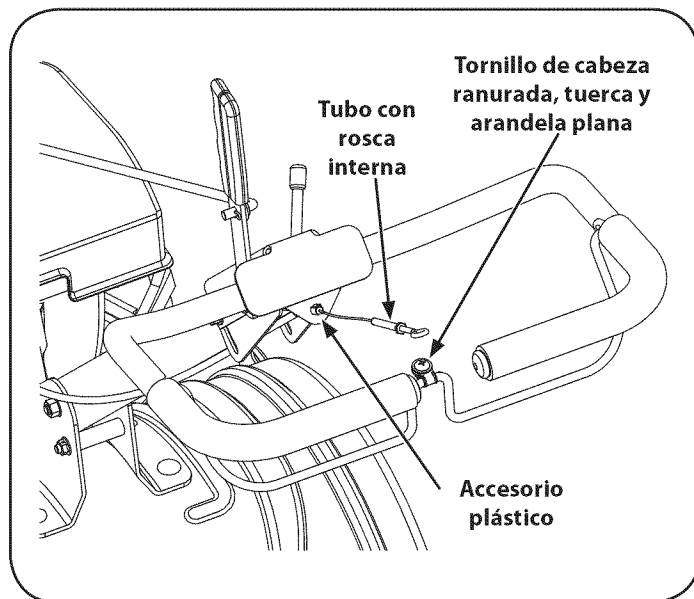

Figura 4
3. Empuje el cable a través del orificio del centro de la manija e introduzca a presión el accesorio plástico. Vea la Figura 4.